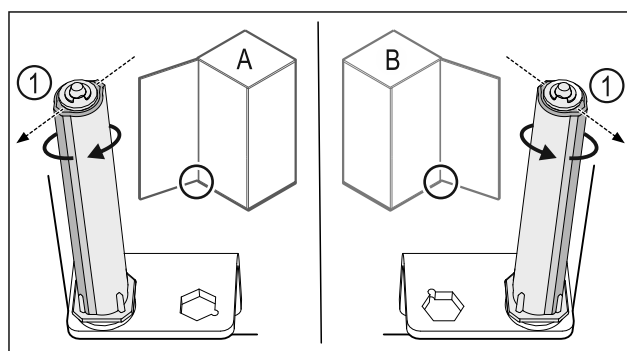

Fig. 35 Linksanschlag (A) / Rechtsanschlag (B)
- Schließsystem gegen den Widerstand drehen, bis der Steg des Schließsystems Fig. 35 (1) nach außen zeigt.